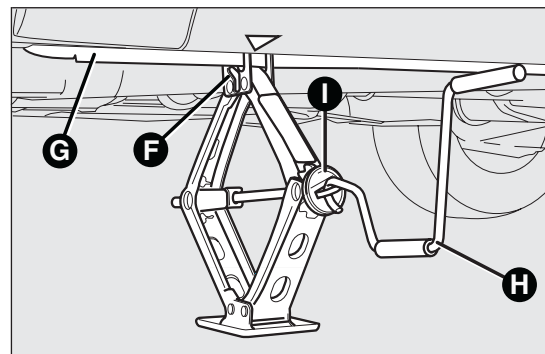

РИС. 99
- повернуть рукоятку домкрата таким образом, чтобы частично его раскрыть РИС. 99;
- убедиться, что канавка F РИС. 99 домкрата хорошо наделась на ребро G РИС. 99 лонжерона;
- ❑ вставить рукоятку Н РИС. 99 в устройство I РИС. 99 домкрата и поднимать автомобиль до тех пор, пока колесо не поднимется над землей на несколько сантиметров. При вращении рукоятки убедиться, что движение выполняется свободно без опасности поранить руку трением об землю. Подвижные части домкрата (винт и шарниры) могут стать причиной получения травм, избегать соприкосновения с ними. Тщательно очистить одежду при попадании на нее консистентной смазки;